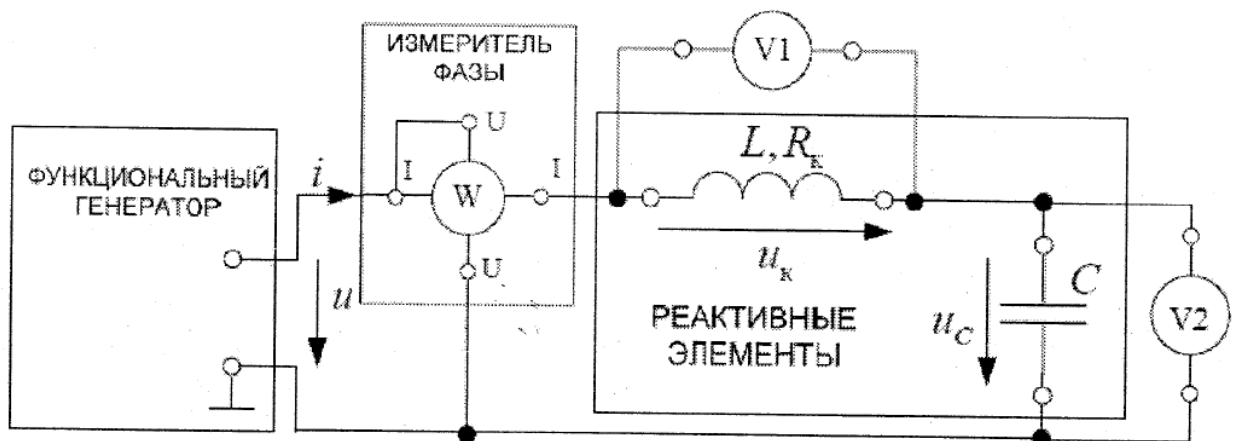

Рис. 2. Экспериментальная схема исследования
2. Собрать схему на рис. 2, предварительно измерив активное сопротивление катушки R_k (например, подключив ее к источнику постоянного тока и измерив падение напряжения на катушке U_k и проходящий через нее ток I_k : $R_k = U_k/I_k$).
3. Вычислить f_0 по формуле (2); ρ по формуле (3); Q по формуле (4); Δf по формуле (5).